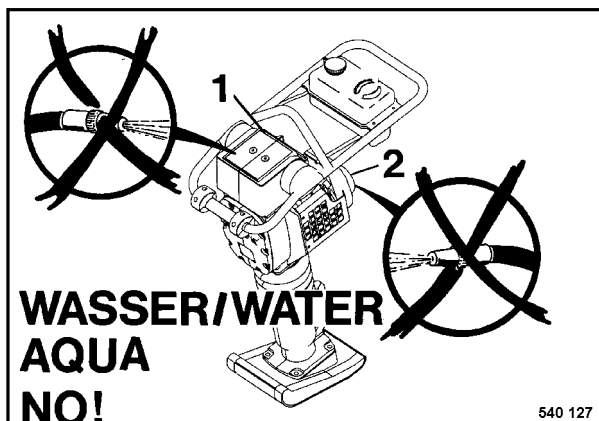

Fig. 1
- No dirigir el chorro de agua directamente en el filtro de aire 1 (Fig. 1), motor de arranque / aspiración de aire (2).